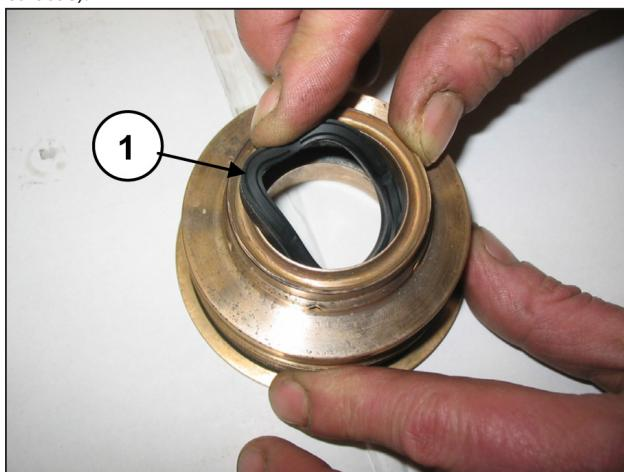

Fig. 174
Placer le joint basse pression dans le support de joint KC (rep. ①, Fig. 174) en contrôlant le sens de montage qui prévoit que la lèvre d'étanchéité soit tournée en avant (vers la culasse).